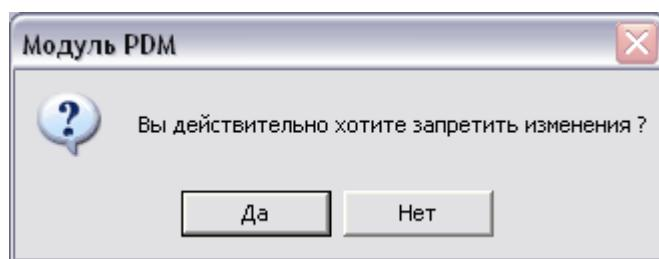

Рис. 202
- В появившемся предупреждении нажмите **Да** для запрета изменения, **Нет** – для отмены действия (Рис. 202).